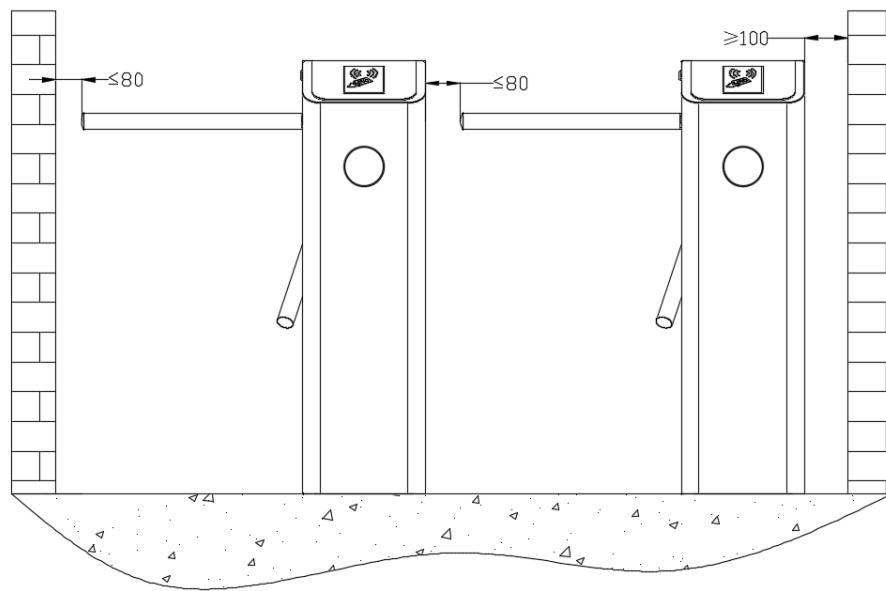

Рис. 3-1
Оборудование должно быть установлено на бетонном основании, убедитесь в качественном крепеже болтами. Мы советует Вам установить вспомогательную раму для образования полноценной проходной линии, как показано на рис. 3-1.
2. Расстояние от преграды до края преграждающих планок не должно превышать 80 мм. (см рис. 3-1).